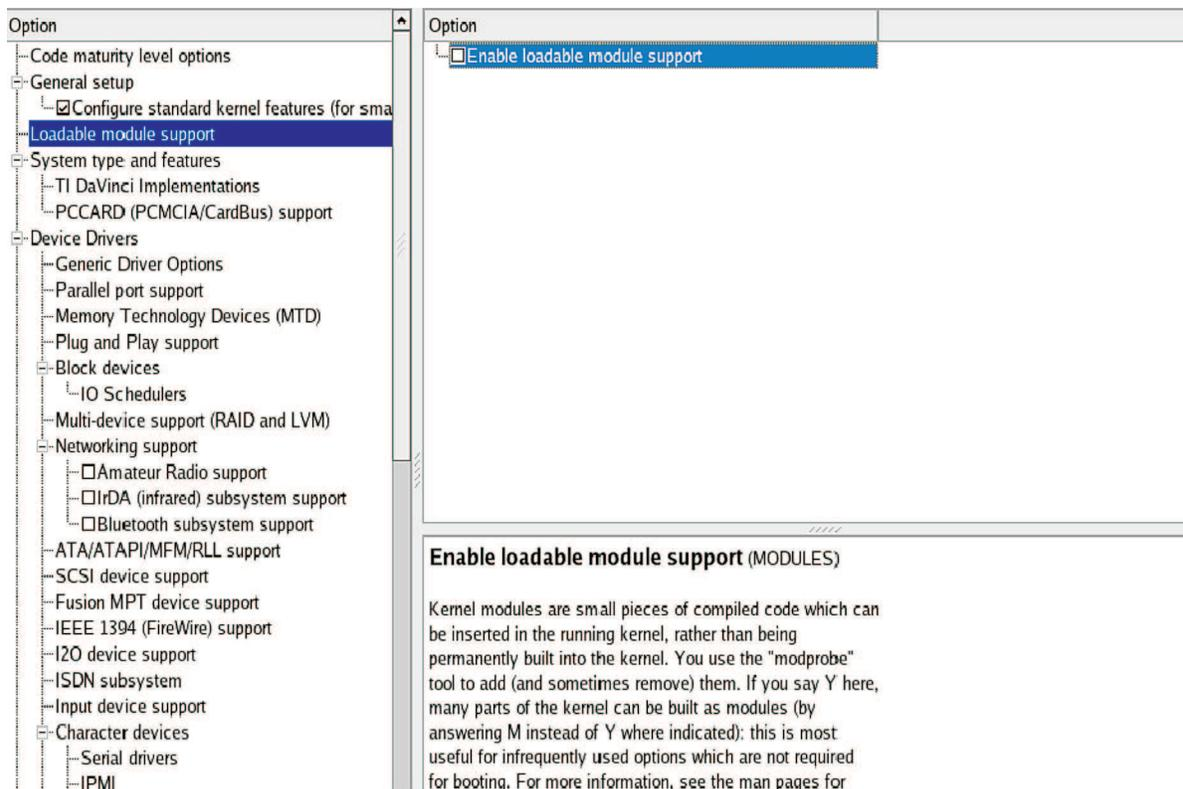

图 1. 可加载模块支持
3. 在 *Loadable module support* 下，取消选中 *Enable loadable module support* (启用可加载模块支持) 来禁用模块加载特性。请见图 1。